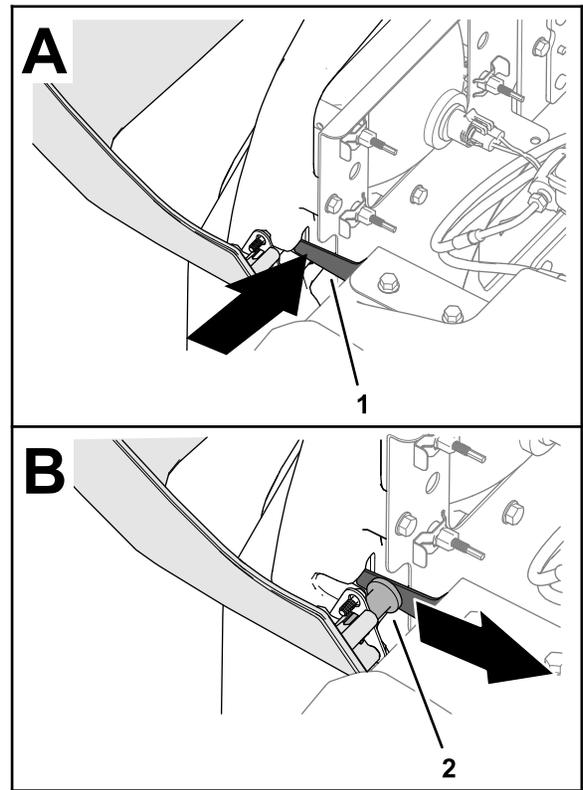

図 41
3. フードを支えながら、ピボットラッチを内側に押し、フードのクレビスピンがラッチから外れるまでフードを後方に動かす (図 41)。